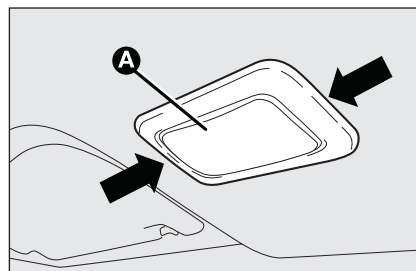

fig. 35
- ☐ trek het plafondlampje **A-fig. 35** los bij de door de pijlen aangegeven punten;